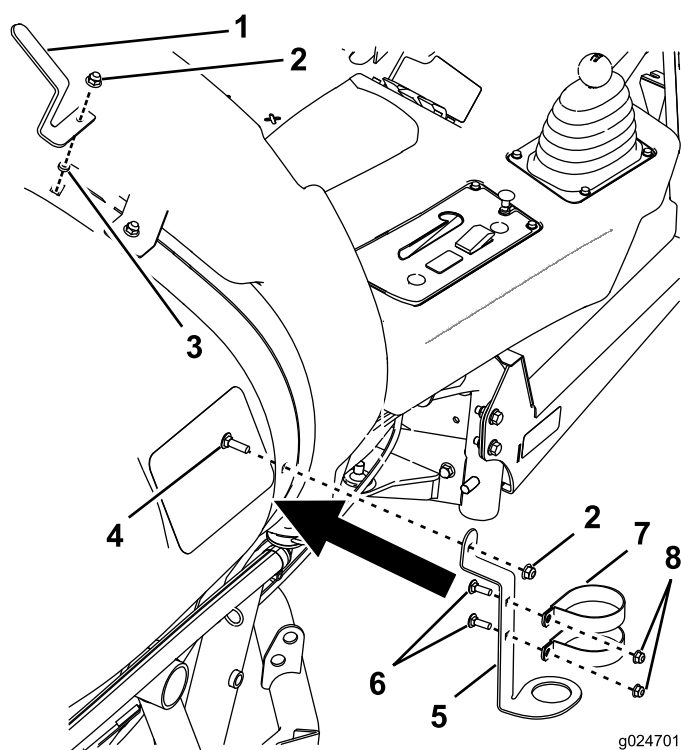

Figura 3
3. Installate la staffa della pistola a spruzzo e il supporto principale (Figura 3).